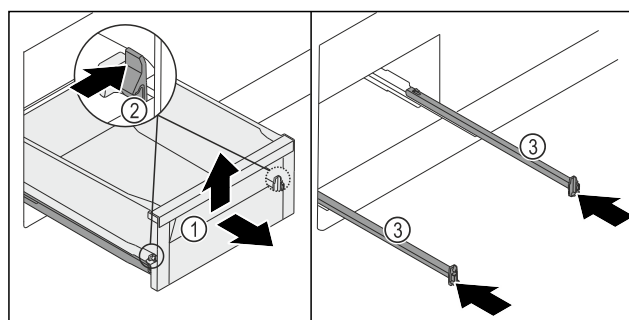

Fig. 134
- 将抽屉 Fig. 134 (1)拉出至止挡。
- 将左右侧夹子 Fig. 134 (2)同时向里压。
- 抽屉 Fig. 134 (1)从轨道上松开。
- 向上抬起抽屉 Fig. 134 (1)前部。
- 朝前取出抽屉 Fig. 134 (1)。
- 推入轨道 Fig. 134 (3)。